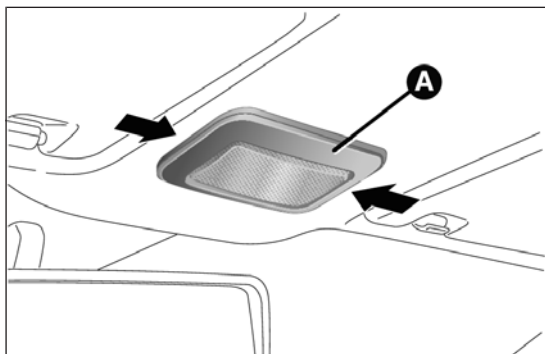
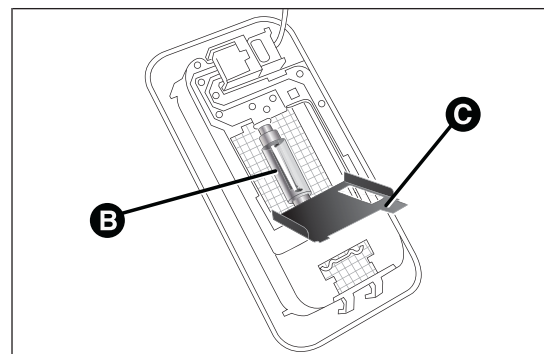

fig. 136
fig. 137
- ☐ presionar en el punto indicado por la flecha y retirar el plafón A fig. 136;
- ☐ abrir la tapa C fig. 137 y sustituir la lámpara B, soltándola de los contactos laterales;
- ☐ introducir la nueva lámpara B fig. 137, asegurándose de que esté totalmente bloqueada entre los mismos contactos;
- ☐ volver a cerrar la tapa C fig. 137 y fijar el plafón A fig. 136 en el mismo alojamiento asegurándose de que se bloquee correctamente.